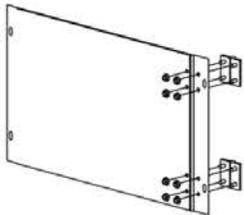

Рисунок 10
4.8.1 Закрепите две петли на поворотной панели и кронштейне панели оперативной поворотной гайками М6 (рисунок 10).